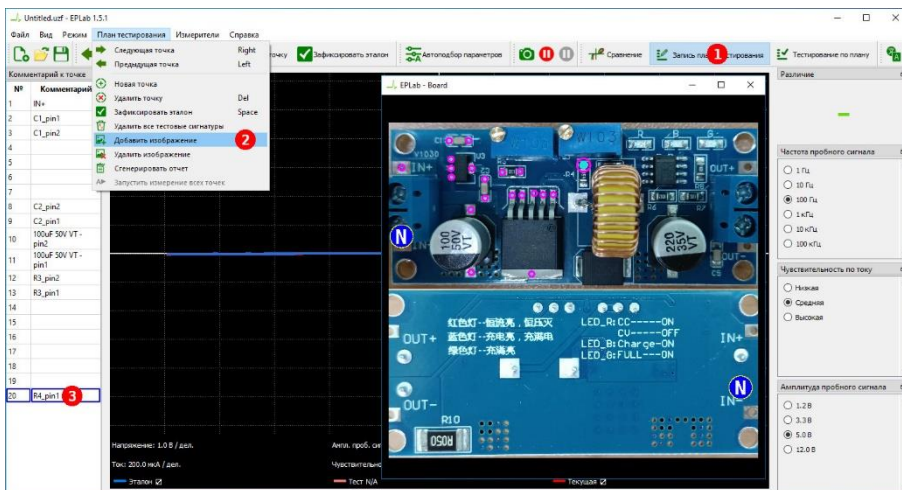

Рисунок 2.10 – Добавление изображения платы и точек тестирования.
Перейдите в режим **Запись плана тестирования** (рис. 2.10, ①). Добавьте подготовленное изображение платы в меню **План тестирования ► Добавить изображение** (②).